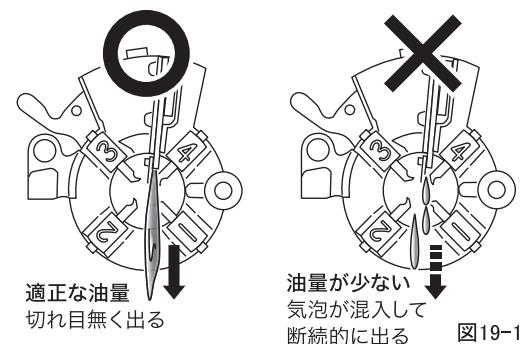
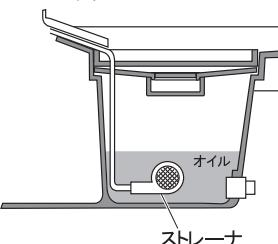

図19-1
図19-2
②ダイヘッドから出るねじ切り油が適正な量であることを確認してください。
- (図19-1) ダイヘッドから出るねじ切り油の量が少ないとときは、タンク内のねじ切り油の量が、ストレーナが十分に隠れるだけ入っているかを確認してください。(図19-2) 少なければねじ切り油を補充してください。